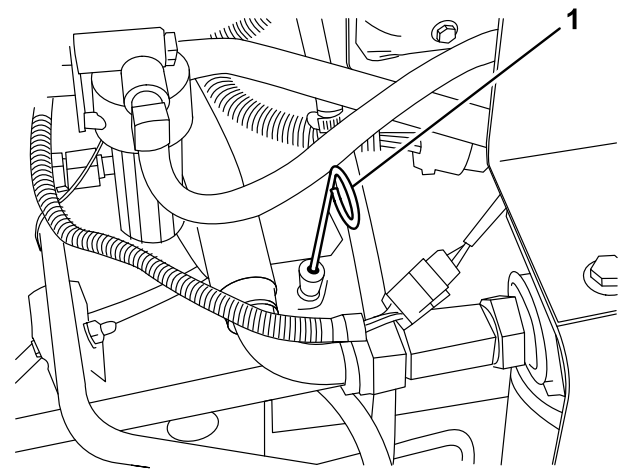

図 29
2. ディップスティック 図 29を抜き ウェスで拭いてもう一度差し込む。再び引き抜いて油量を点検する。FULL位置まであればよい。